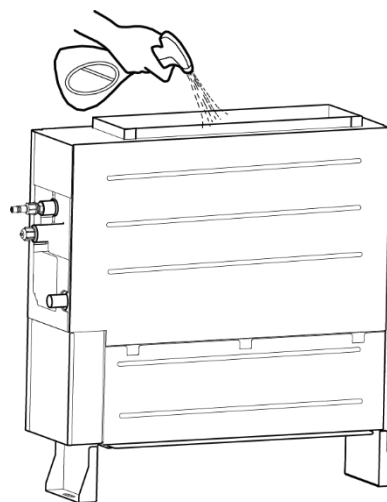

Fig. 4.3.10
- 2) Pulverize 1 L de água sobre o evaporador com um pulverizador, ver Fig. 4.3.10.